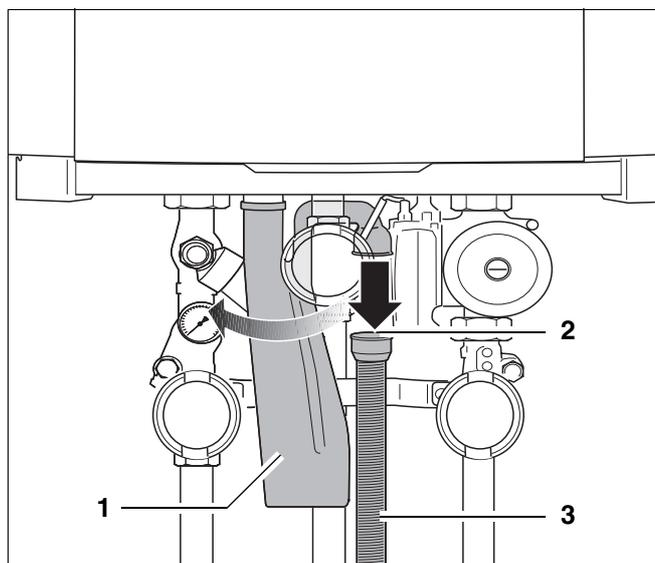

Fig. 116 Allentare il tubo flessibile ondulato
- Allentare il tubo ondulato (fig. 116, **pos. 3**) con il manicotto di gomma (fig. 116, **pos. 2**) dal sifone (fig. 116, **pos. 1**).
- Ruotare il sifone di  $\frac{1}{4}$  di giro in senso orario (fig. 116).